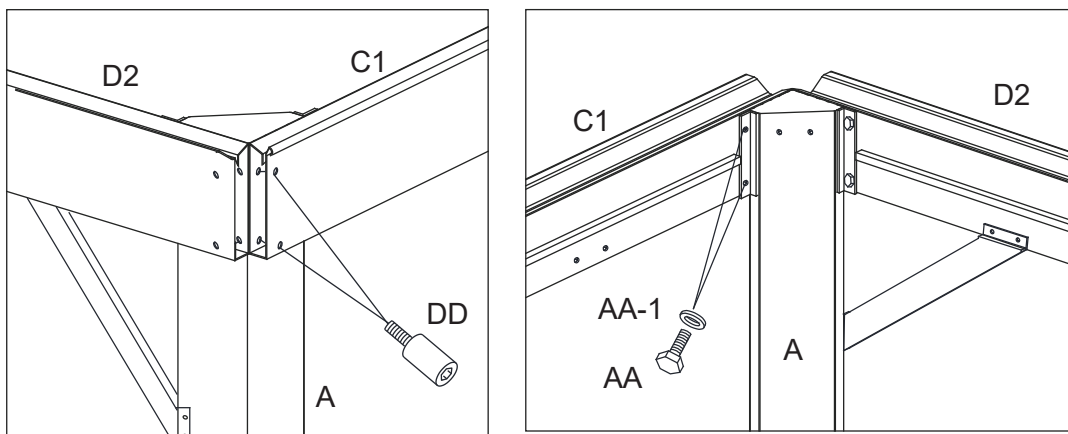
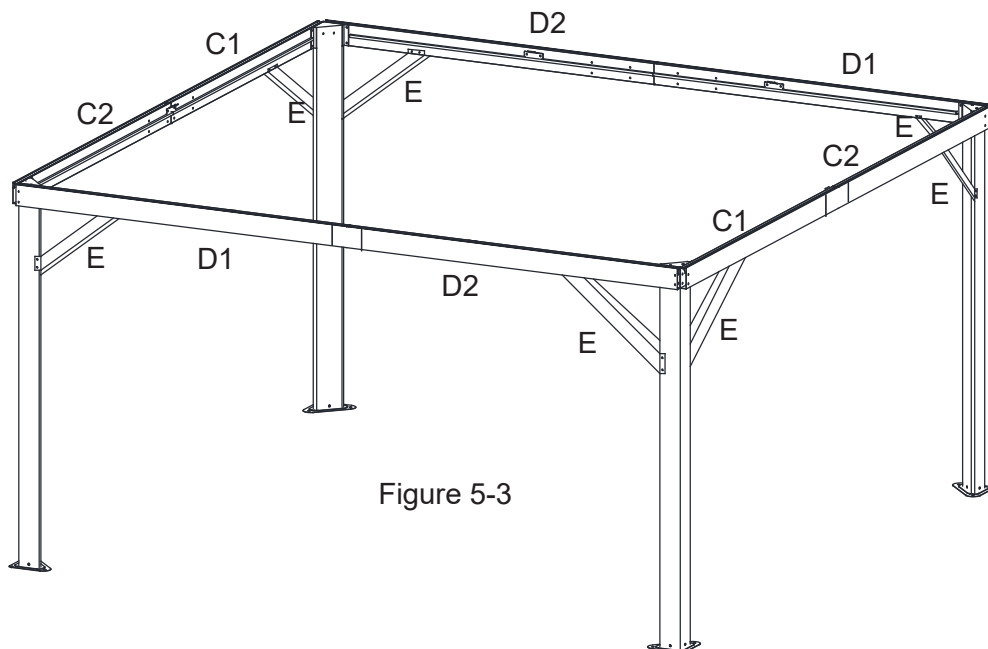

Figure 5-1
Figure 5-3
5.1. Fixez le linteau court (C1 et C2) aux poteaux d'angle (A) d'abord avec les boulons (AA) et la rondelle (AA-1), puis avec les boulons (DD). Serrez les boulons. Répétez l'opération pour les linteaux courts du côté opposé (C1 et C2). Serrez tous les boulons. Voir la figure 5-1 et la figure 5-3.
5.3. Répétez l'opération pour tous les poteaux d'angle et les linteaux. Serrez tous les boulons. Voir la figure 5-3.